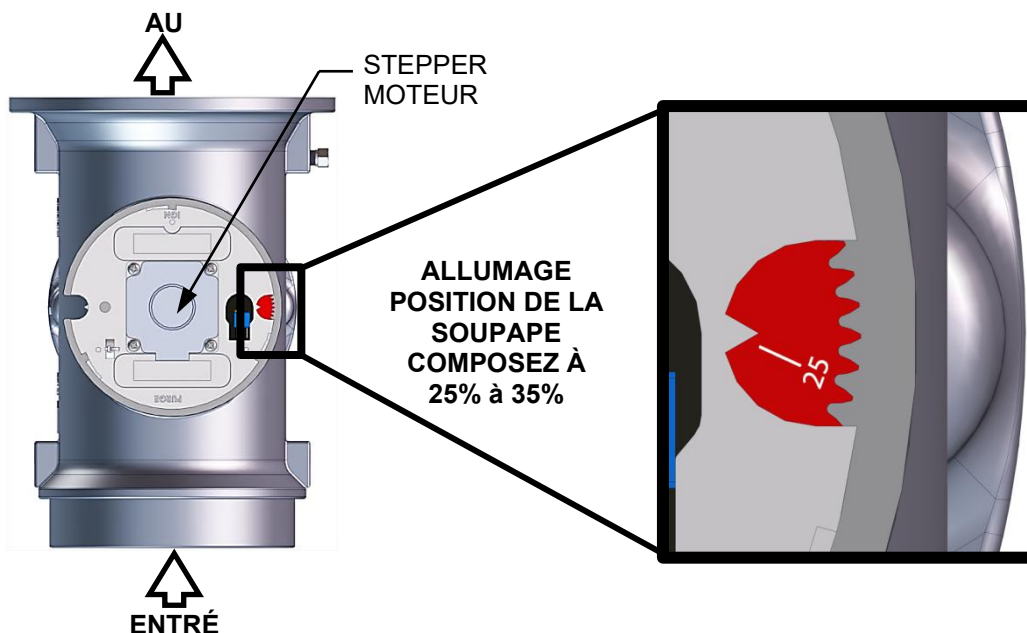

Figure 3-5 : Soupape d'air/carburant en position d'allumage
- a) La soupape d'air/carburant tourne en position de feu faible (allumage) et ferme le contacteur d'allumage. Le cadran de la soupape air/carburant (figure 3-5) indiquera entre **25** et **35** pour indiquer que la soupape est en position de feu faible.